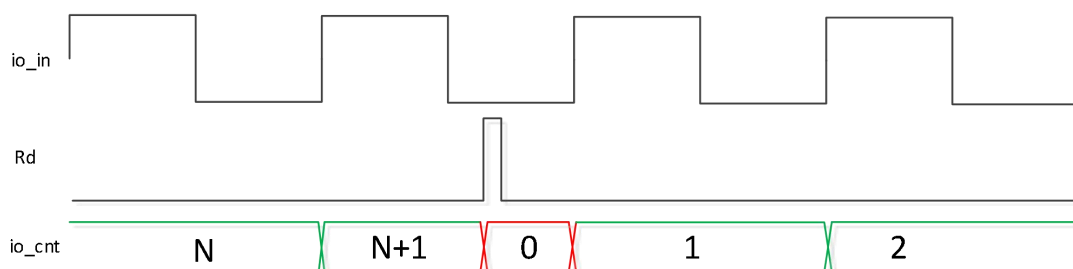
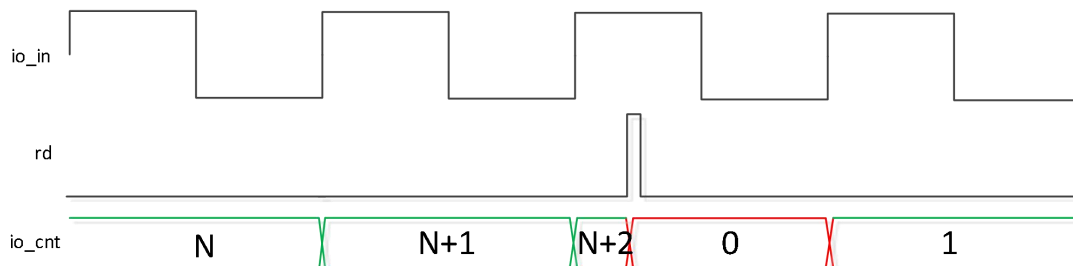

图 9 清零操作在 `io` 边沿前（上升沿计数）
图 10 清零操作在 io 边沿后（上升沿计数）
- 当读操作在输入信号边沿变化前或变化后到来，当次边沿累计到下一次 `io_cnt`，如图 9，图 10 所示。